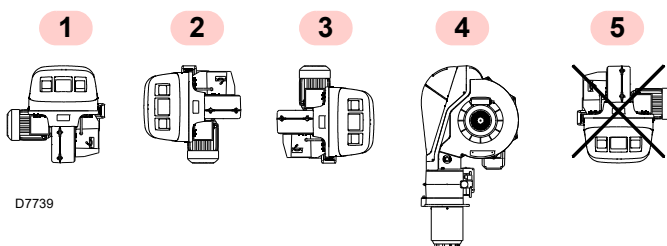

Fig. 8
- El quemador está preparado exclusivamente para el funcionamiento en las posiciones **1**, **2**, **3** y **4** (Fig. 8).